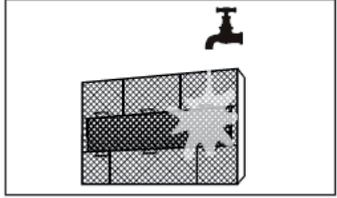

fig. 18 -
5. Ana filtreleri su ile yıkayınız "fig. 18 -" ya da elektrik süpürgesi ile temizleyiniz. Filtreleri direk güneş ışığına maruz kalmalarını önleyecek biçimde tamamen kurumaya bırakınız.